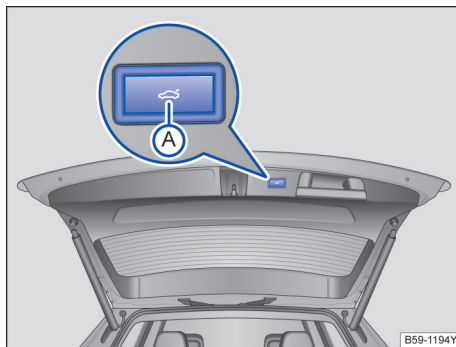

图 63 打开的行李厢盖内：用于电动关闭行李厢盖的按钮
→ 图 63 的图例：
– 在已打开的行李厢盖内短按按钮  → 图 63
- 按住已打开的行李厢盖内的按钮  → 图 63